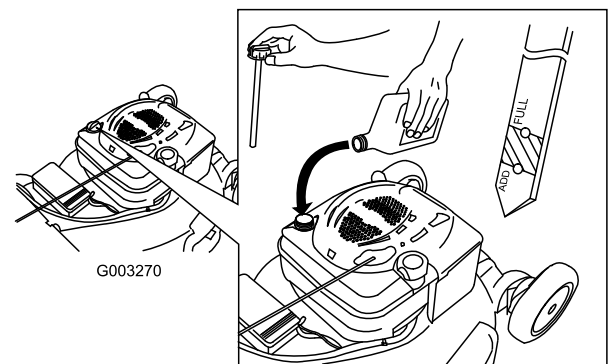

Figure 39
4. Versez de l'huile **lentement** dans le goulot de remplissage pour faire monter le niveau de liquide jusqu'au repère du plein (Full) sur la jauge (Figure 39). **Ne remplissez pas excessivement.** (Remplissage max. : 0,59 l (20 oz), type : huile détergente SAE 30W de classe de service API SF, SG, SH, SJ, SL ou supérieure.)